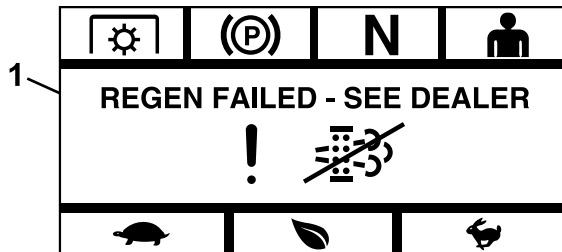

Bild 19
- **Failed [Fehlgeschlagen]:** Wenn die Motorsteuerung feststellt, dass eine Regeneration nicht abgeschlossen werden kann, zeigt das Modul den Bildschirm „Regen Failed - See Dealer“ [Regeneration fehlgeschlagen - bitte Vertragshändler aufsuchen] an (Bild 19). Bringen Sie die Maschine zu einem autorisierten Service-Vertragshändler.